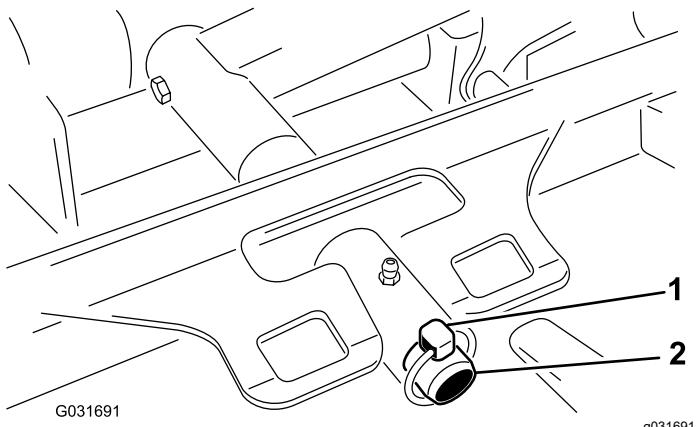

Рисунок 72
- Извлеките шплинт, который крепит несущую раму деки к оси поворота подъемного рычага (Рисунок 72).
- Наденьте несущую раму деки на ось поворота подъемного рычага и закрепите ее при помощи шплинта с кольцом (Рисунок 72).